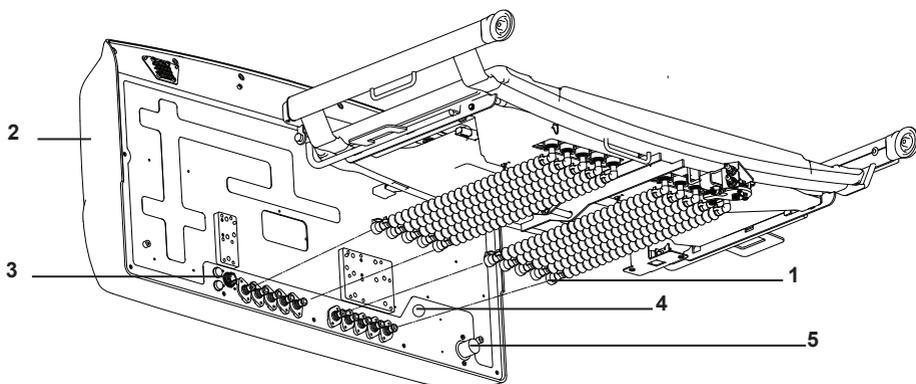

Рис. 4. Подключение воздушных шлангов к блоку управления матрасом
14. Подсоедините воздушные шланги (рис. 4, пункт 1) к блоку управления надувным матрасом (2). Проверьте наличие уплотнительных колец в местах соединения. Воздушные шланги подключаются к узлу клапана сброса под поперечной штангой секции удлинения ножной части и к блоку управления надувным матрасом в порядке слева направо и справа налево. Когда разъемы воздушных шлангов будут полностью присоединены, послышится отчетливый щелчок.
15. Подключите шнур переменного тока (рис. 4, пункт 3), кабель СЛР (CPR) (4) и кабель передачи данных (5).